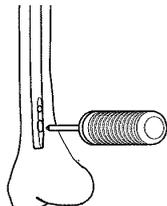

図6
- 2) イメージインテンシファイヤー (X線透視) で確認し、ロック用ラジオールセントオウルの位置を調整します。(図6)